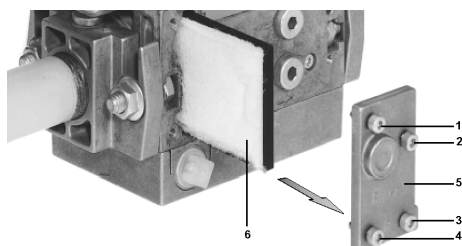

Fig. 28
- 2 Svitare le viti 1 ÷ 4 con una chiave esagonale n. 3 e togliere il coperchio del filtro 5 in Fig. 28.